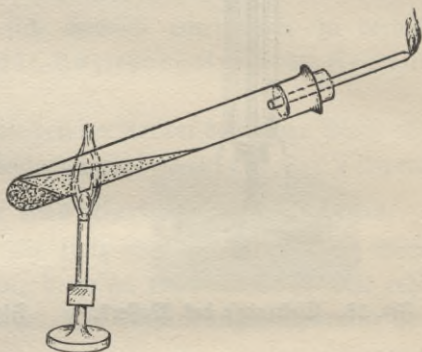

Fig. 17a.
**Versuch 3** (Fig. 17a): Bringe in den untersten Teil eines Jenerser Probierrohres einige Tropfen Wasser, halte es dann schräg, schütte etwa 2—3 cem Eisenpulver hinein und verschleße es durch einen Stöpsel mit einem ausgezogenen Gasableitungsrohr. Erhize das Eisenpulver zunächst oben, wo es trocken geblieben ist, dann weiter unten, wo es Wasser aufgenommen hat, und entzünde das austretende Gas. Beobachtung?